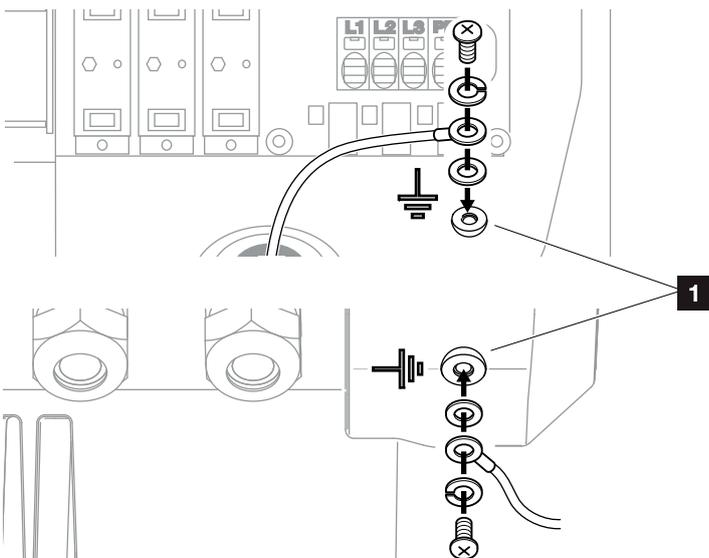

Abb. 23: Länderspezifischer PE-Anschluss innen / außen
9. In Ländern, in denen ein zweiter PE-Anschluss vorgeschrieben ist, diesen an der gekennzeichneten Stelle des Gehäuses (innen oder außen) mit dem vorgegebenen Drehmoment von 3 Nm (M6) anschließen. **☑** **Abb. 23, Pos. 1** **!**